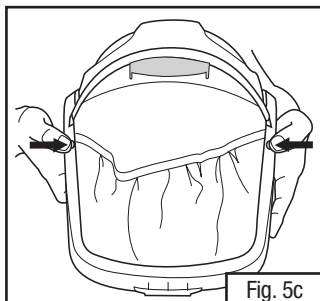

Fig. 5c
- Appuyer sur les boutons du cadre de la visière pour verrouiller la visière en place. Lorsque les boutons s'enclenchent dans le cadre, un déclic devrait se faire entendre (Fig. 5c). S'assurer que les boutons de la visière sont fixés fermement et à **égalité** avec le cadre de la visière (Fig. 5d). Si les boutons ne sont pas à égalité avec le cadre, les retirer et les insérer à nouveau.